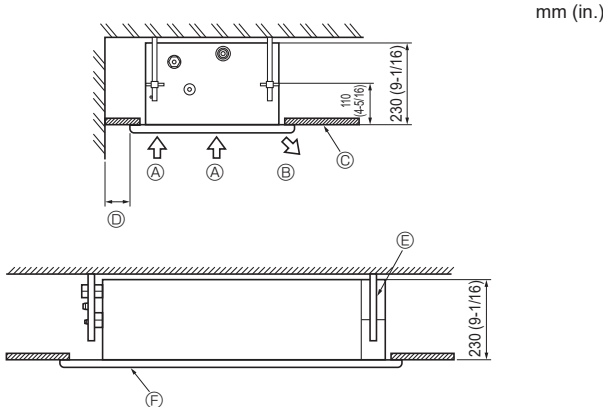

Fig. 2-2
①	Arandelas	4
②	Arandelas (con aislamiento)	4
③	Tapón de tubería	2
④	Bandas	6 (grande) 2 (media) 2 (pequeña)
⑤	Tornillo	4 (M5 × 30) 4 (Tornillo roscado 4 × 12)
⑥	Tubo de cristal	1
⑦	Escuadra para conducto	1
⑧	Tubo de desagüe	1 (marcado "UNIT")
⑨	Aislante	1
⑩	Cubierta del conducto	1
2.2. Espacio de servicio (Fig. 2-2)